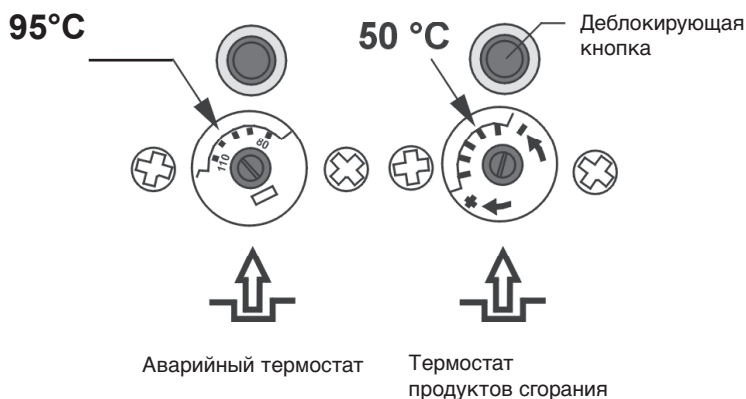

Рис.11
Аварийный термостат и термостат продуктов сгорания оснащены деблокирующей кнопкой и шкалой настройки температуры (см.рис. 11). Разблокирование можно провести после отвинчивания деблокирующей кнопки. Разблокировать аварийный термостат можно после снижения температуры отопительной воды. Подобным образом и у термостата продуктов сгорания, где разблокирование возможно после охлаждения его датчика.
- термостат продуктов сгорания 50 °C . Настройка термостата изображена на рис.11.